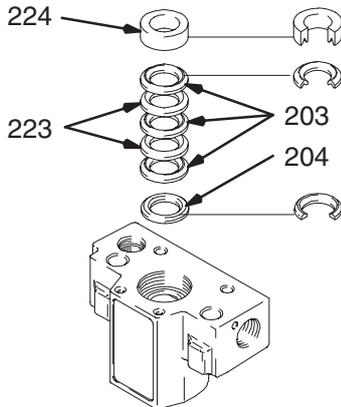

Fig. 12
Fig. 12. Antes de montar, empape todas las empaquetaduras de cuero con aceite SAE 30W durante 1 hora como mínimo. Coloque el casquillo macho (204) en el colector. Coloque las empaquetaduras alternando las empaquetaduras UHMWPE (203) con las de cuero (223) (observe la orientación) en el vástago del pistón. Coloque el casquillo hembra (224) en la parte superior del cilindro. Asiente las empaquetaduras.